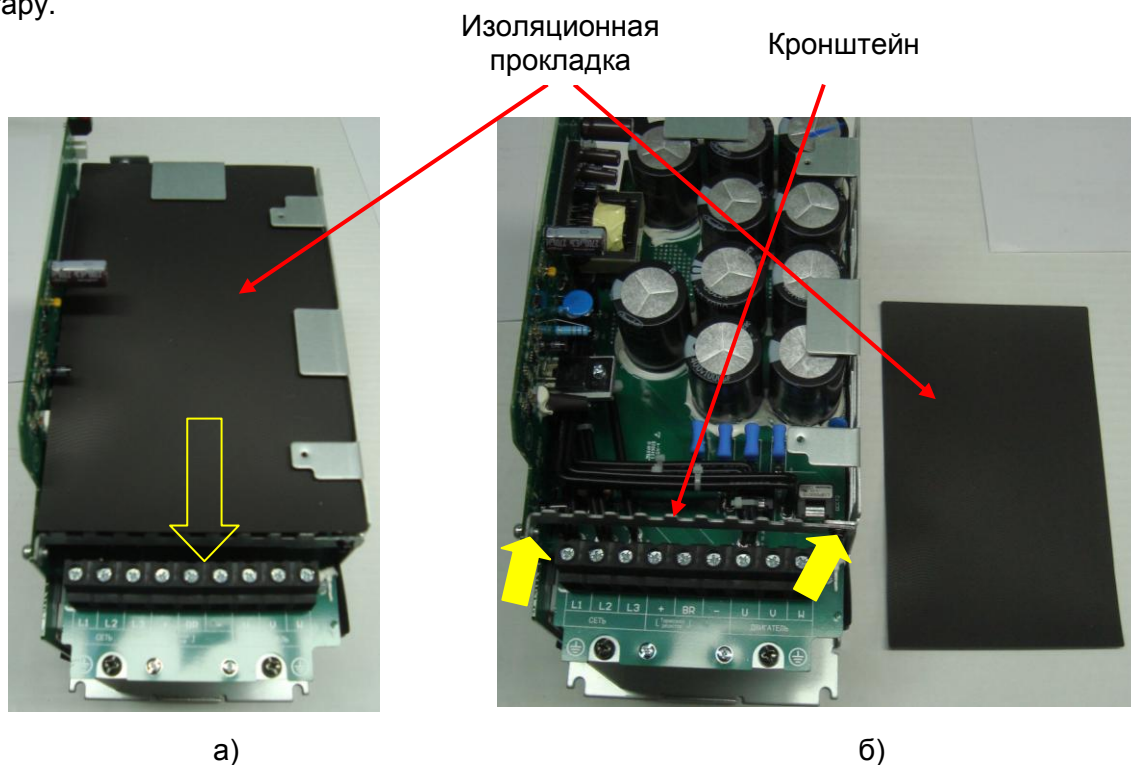

Рис. 6.6
6.6.1. Извлечь изоляционную прокладку (в направлении стрелки, рис. 6.6,а) и убрать ее в тару.
6.6.2. Выкрутить два винта крепления кронштейна платы драйверов (желтые стрелки, рис. 6.6,б), демонтировать его и убрать в тару.